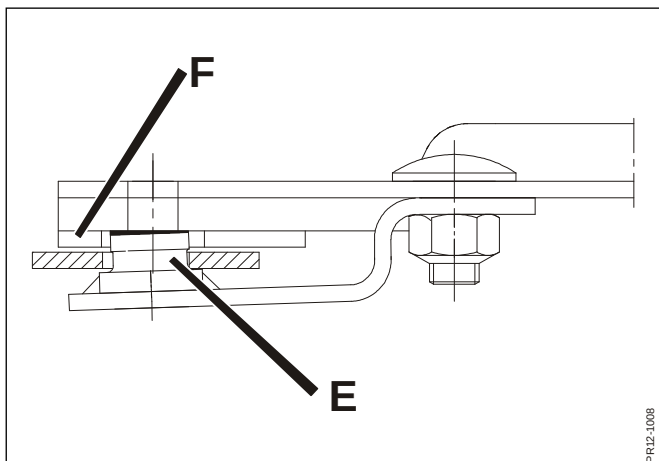

Fig. 5-11
- Fig. 5-11** - Der ikke er urenheder mellem knivtappens og skivens anlægsflader, og det sikres at knivholderens tap **E** har et korrekt anlæg mod underkant af skiven **F**.